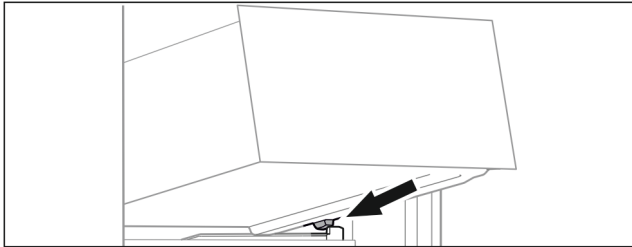

Fig. 71
- ▶ Встановити висувний ящик за стопорами на ребро для резервуару навкосо. (див. Fig. 71)